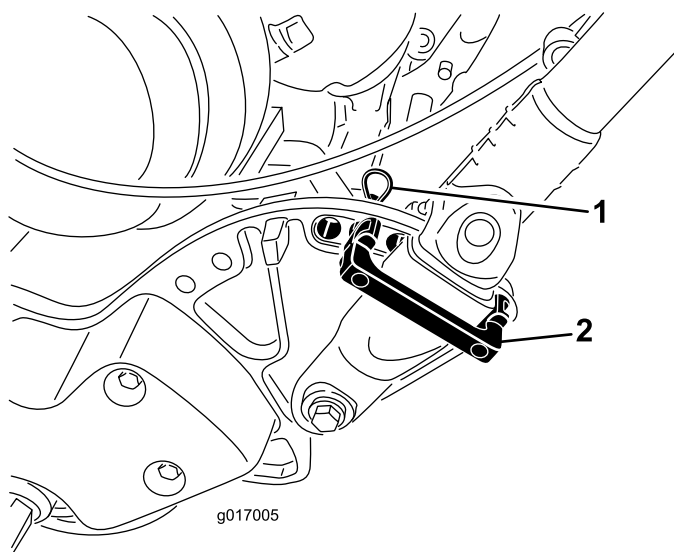

Figure 27
1. Retirez les goupilles fendues des dispositifs de maintien du guidon de chaque côté de la machine (Figure 27).
2. Soutenez le guidon, retirez les goupilles fendues de chaque côté et faites pivoter le guidon à la position voulue (Figure 27).